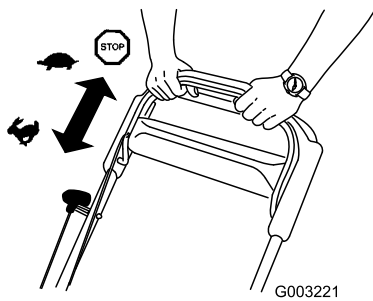

**Figura 14**
3. Tire del arrancador de retroceso (Figura 14).